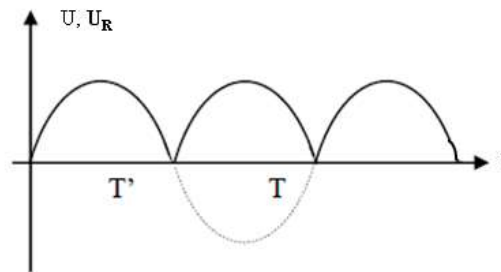

Figure 3.16 : Allures des tensions U et U_R .
Pendant les deux demi-périodes, la tension sur la charge présente la même polarité et le courant de sortie le même sens. Le circuit est appelé redresseur double alternance car il transforme la tension (AC) d'entrée en une tension de sortie ondulée, comme le montre la **Figure 3.16**.